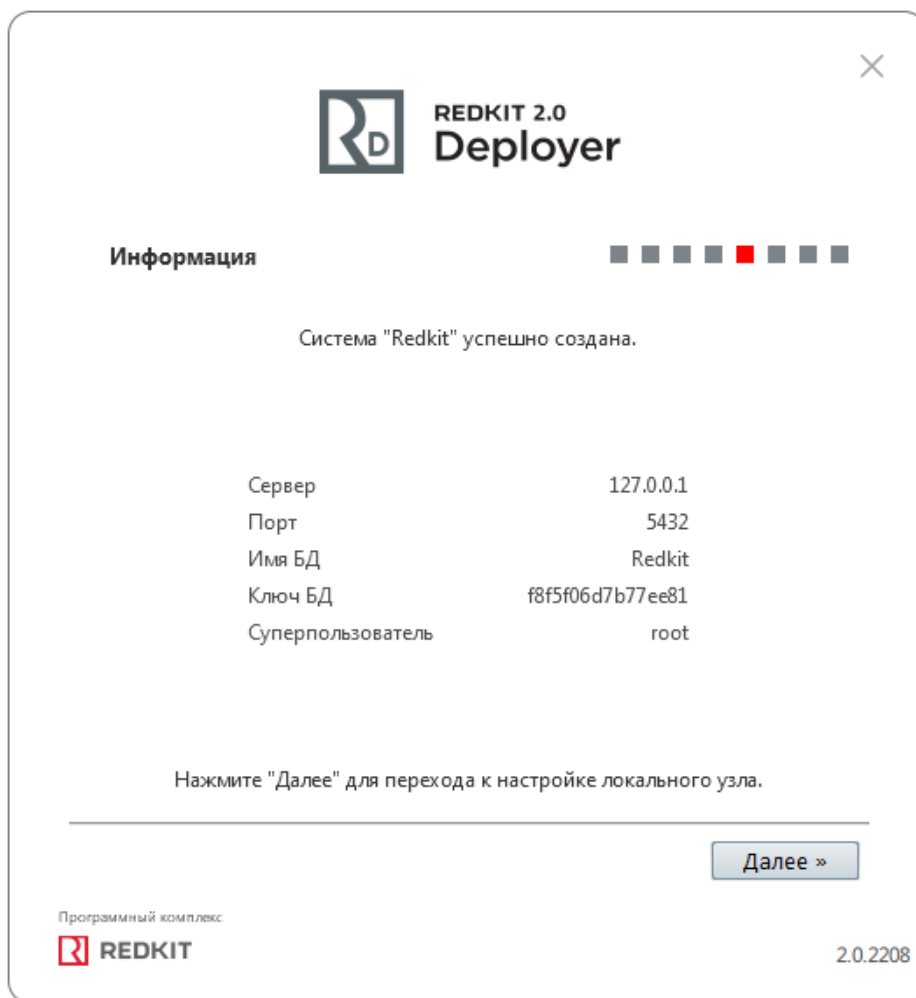

Рисунок 125 - Информация
13. Ознакомьтесь с информацией о созданной системе и нажмите **Далее** (Рисунок 125).